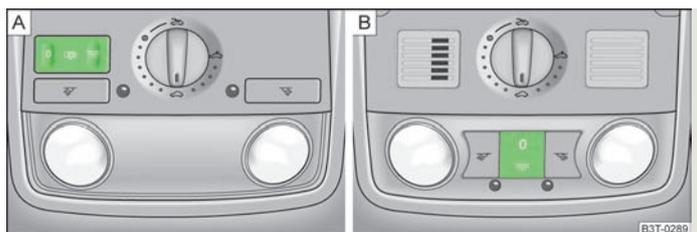

Fig. 39 Luce abitacolo anteriore
- Premere l'interruttore nell'area del simbolo  » fig. 39.
- Portare l'interruttore in posizione centrale. Per le vetture senza sorveglianza abitacolo la posizione centrale è contraddistinta dal simbolo  » fig. 39-A.